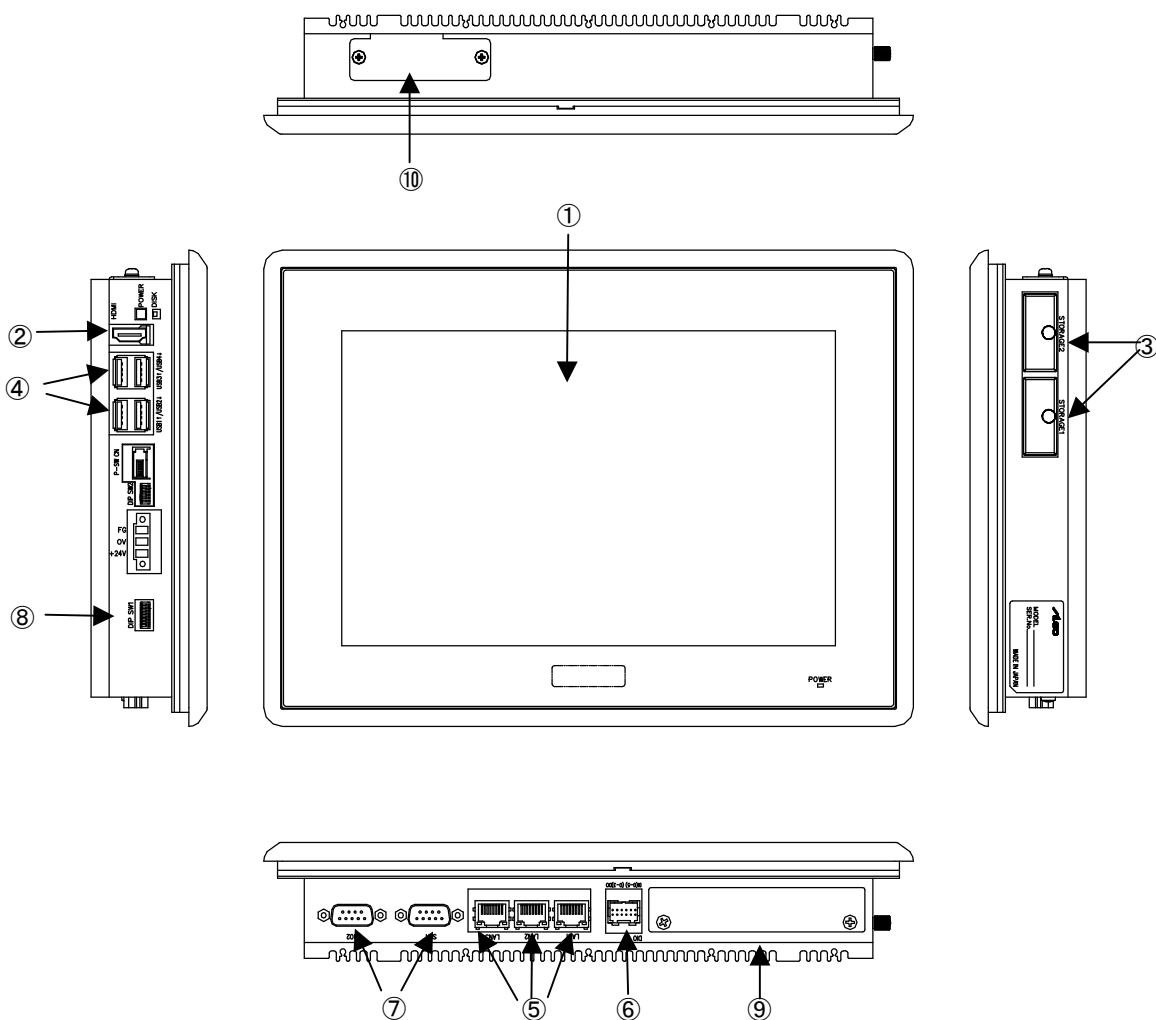

図 3-1-1. 外形図 (AP4-101AN)
AP シリーズの例として、AP4-101AN の外形図を図 3-1-1 に示します。各部名称を表 3-1-1 に示します。
COM1	SI01 (図 3-1-1 ⑦) アプリケーションでシリアル通信に使用できます。 シリアルポート設定スイッチと組込みシステム機能のシリアルコントロール機能を使用することで、RS-232C/422/485 を切替えることができます。
COM2	SI02 (図 3-1-1 ⑦) アプリケーションでシリアル通信に使用できます。 シリアルポート設定スイッチと組込みシステム機能のシリアルコントロール機能を使用することで、RS-232C/422/485 を切替えることができます。
ローカルエリア接続	LAN1 (図 3-1-1 ⑤): 1000BASE Ethernet
ローカルエリア接続 2	LAN2 (図 3-1-1 ⑥): 1000BASE Ethernet
ローカルエリア接続 3	LAN3 (図 3-1-1 ⑦): 1000BASE Ethernet
汎用入出力	汎用の入出力です。 入力 6 点、出力 4 点を制御できます。 (図 3-1-1 ⑥)
バックアップバッテリーモニタ	BIOS 設定、RTC、外部 RTC、SRAM に使用されるバックアップバッテリー(図 3-1-1 ⑩)の状態を取得することができます。
内蔵拡張インターフェース	オプションの専用拡張基板を接続できます。(図 3-1-1 ⑨)